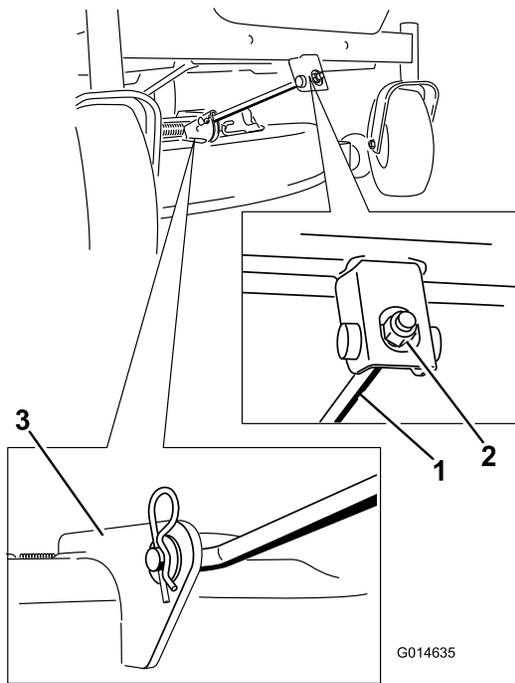

Figure 57
- Retirez la goupille fendue de la tige de support avant et déposez la tige du support de tablier (Figure 57). Abaissez doucement l'avant du tablier de coupe au sol.
6. Fixez la tige de support avant au tablier de coupe à l'aide de l'axe de chape et de la goupille fendue (Figure 57).